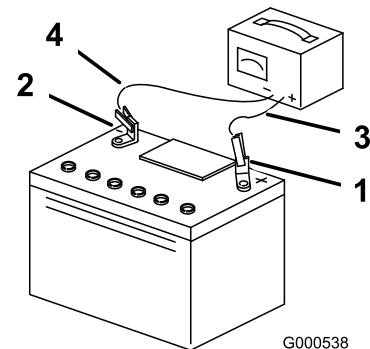

Figure 48
- Une fois la batterie chargée au maximum, débranchez le chargeur du secteur, puis débranchez les fils du chargeur des bornes de la batterie (Figure 48).